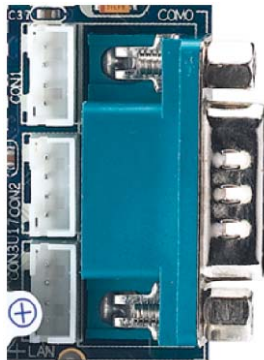

图 5-1 Mini2440 ARM 实验板上的串口 0 接口
(1) 参考实验四的方法和步骤建立工程。启动 Keil uVision，新建一个工程 ex05。不需要系统提供的 Startup 文件。建立汇编源文件 ex05.s，编写实验程序，然后添加到工程中。设置工程选项，存储器映射。设置工程调试选项。建立仿真初始化文件 RAM.ini。
(2) 建立 C 语言源文件 main.c，编写实验程序，然后添加到工程中。
(3) 使用交叉串口电缆连接两个实验板，见图 5-1。